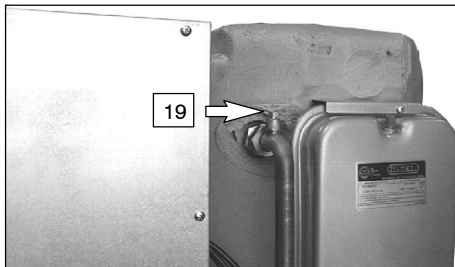

fig. 6.4
- 52 Aflojar la válvula de purga del serpentín acumulador 19 en la fig. 6.4
- 9 Llenar el circuito de calefacción, véase el párrafo 3.1 en pág. 5 y cerrar la válvula de purga del serpentín acumulador 19 en la fig. 6.4 cuando de estos empiece a salir agua.